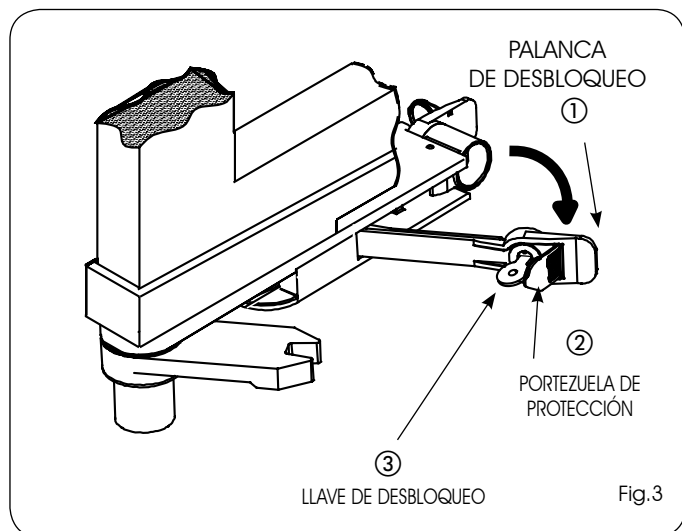

Fig.3
- 1) Abra la portezuela de protección (Fig.3 ref. ②).
- 2) Introduzca la llave de desbloqueo en la cerradura (Fig.3 ref. ③) y gírela hasta el tope.
- 3) Tire de la palanca de desbloqueo hacia sí mismo (Fig.3 ref. ①).